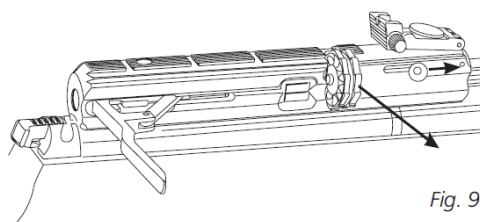

Fig. 9
- Ved at skubbe magasinets frigivelsesbolt fremad og op, låses den. Fjern magasinet ved at trække det mod højre. (Fig. 9)